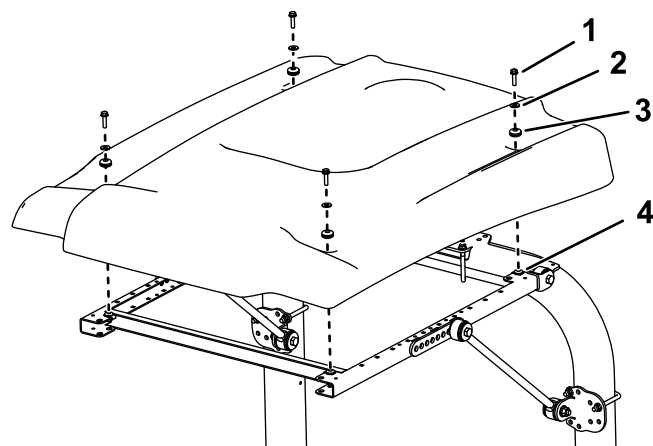

Figura 38
- Sujete provisionalmente cada esquina del toldo al bastidor con un perno con arandela prensada (5/16" x 1 1/4"), una arandela pequeña y un anillo de goma (Figura 38).
15. Alinee los taladros de montaje y posicione el toldo sobre el bastidor, según se muestra en Figura 38.